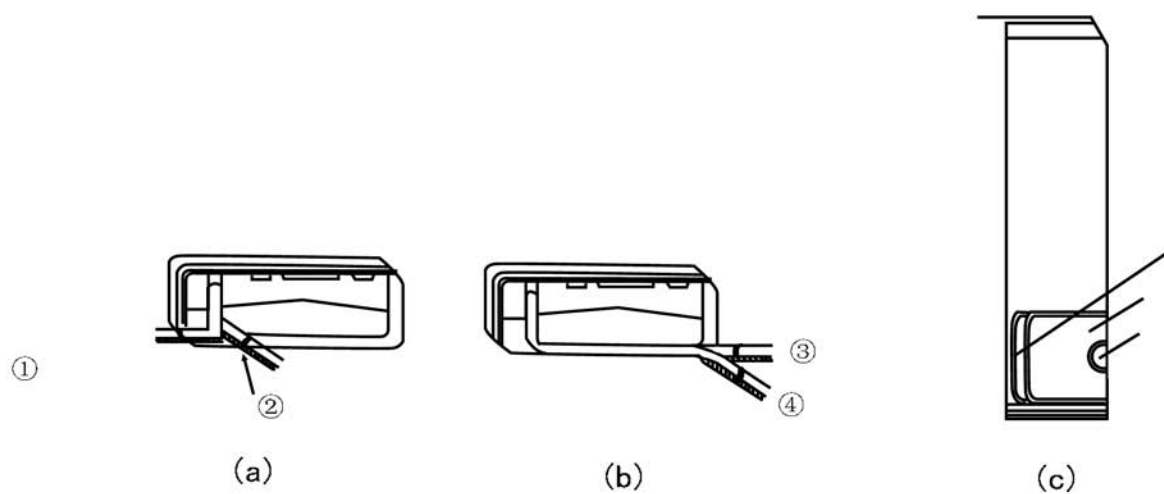

Fig. 4
1. Nel portare le condutture ed i collegamenti da una parte all'altra dell'unità interna, tagliare solo il necessario dal telaio (vedi fig.4 (a), (b), e (c)).
- (1) Tagliare la parte 1 soltanto quando si spostano i cavi.
- (2) Tagliare le parti 1 e 2 (oppure 1,2,3) quando si spostano sia il cavo che il tubo. 1, 2 e 3 nella fig.4.